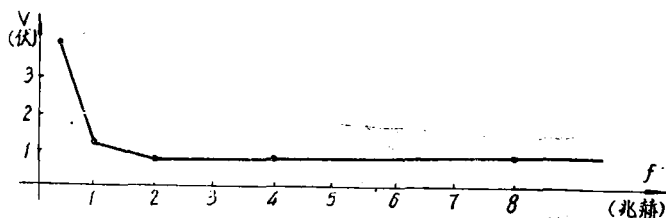

图 4 2CW22L 输出噪声频谱趋势曲线
① 输出幅度—有效值 $U_{nm} \geq 50mV$ 。(DYC-5 测)。在我们的试验中发现, 稳压点高的二极管产生的噪声较稳压点低的管子丰富, 且幅度大。如 2CW22L 和 2CW4、2CW17 等比较。这是由于稳压点高, 说明 p-n 结较厚, 可以有足够的宽度让雪崩击穿更充分。
② 输出频谱—由 6 个谐振放大器抽样测得, 如图 4。